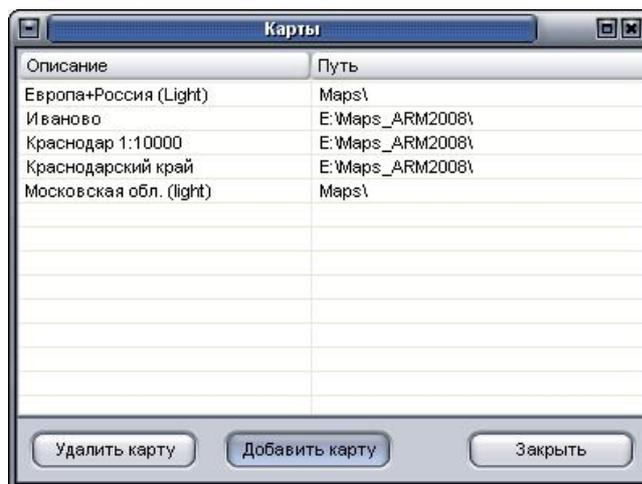

Рисунок 21
2. Пользователь может разместить карты в любом удобном месте, на любом диске, и зарегистрировать карты в программе вручную, вызвав список карт из пункта меню главного окна программы «Настройки»→ «Карты...», рисунок 21.